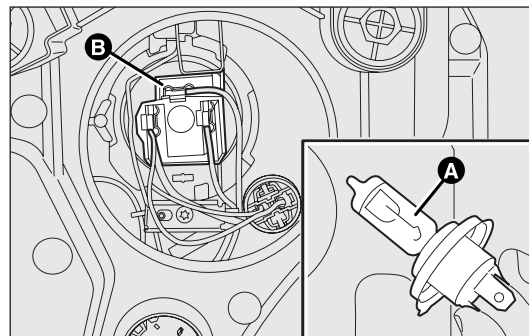

fig. 139
- débrancher le connecteur électrique B-fig. 139 central et décrocher le ressort de retenue de l'ampoule ;